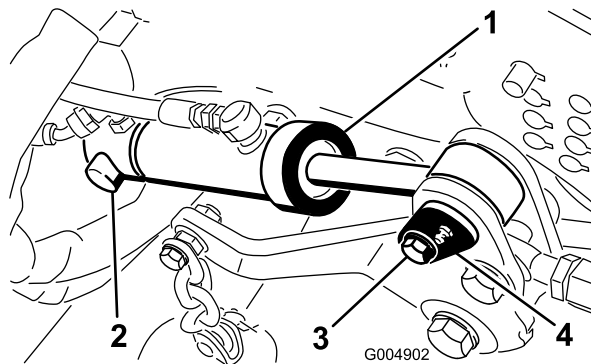

Figura 97
9. Retire o anel de retenção que fixa a traseira do cilindro de elevação da plataforma ao pino de articulação (Figura 97).
10. Retire o parafuso que fixa o pino de articulação do cilindro dianteiro à estrutura do cortador (Figura 97).
12. Retire o pino da articulação dianteiro e faça deslizar o cilindro do pino traseiro (Figura 97).